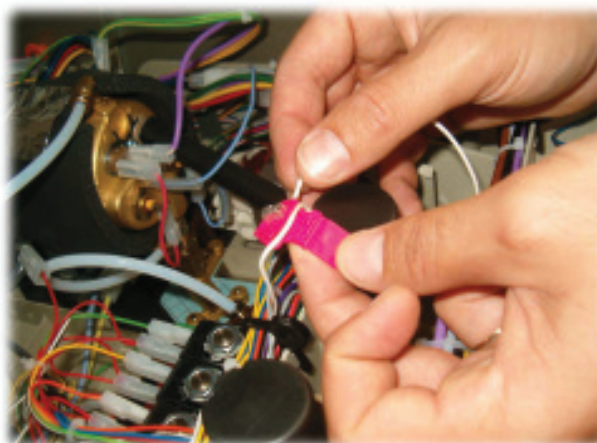

Abb. 8
8. Die Anschlussklemme Code NE1 3.099 auf dem gemeinsamen Kabel für alle Motoren der Instantgetränke (weißes Kabel) und auf dem Kabel Code 11004344 anschließen, wie in Abb. 8 gezeigt.